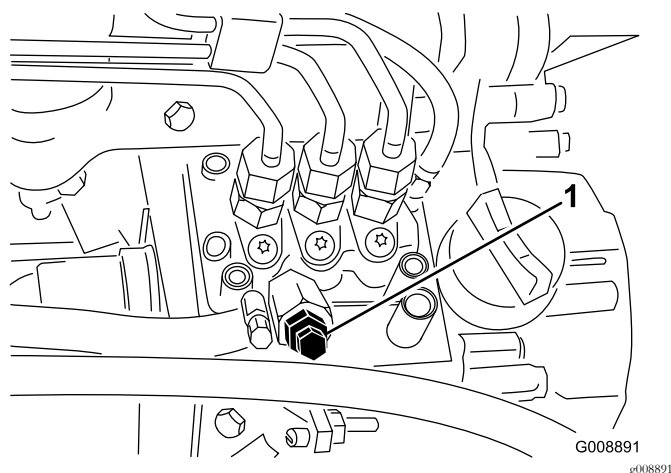

Figura 43
4. Aprite la vite di spurgo dell'aria situata sulla pompa d'iniezione (Figura 43).